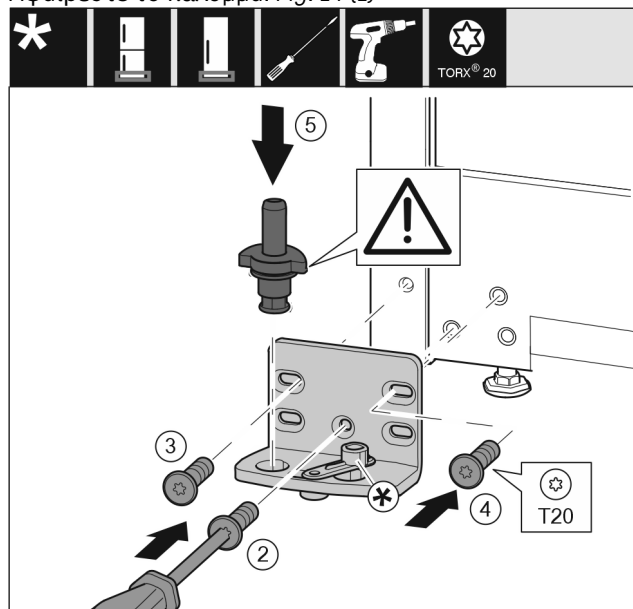

Fig. 15
- ▶ Εφαρμόστε το στήριγμα στην άλλη πλευρά και βιδώστε το με τη βοήθεια ενός κατσαβιδιού T20. Αρχίστε με τη βίδα 2 κάτω στο κέντρο. Fig. 15 (2)
- ▶ Σφίξτε τη βίδα 3 και 4. Fig. 15 (3,4)
- ▶ Τοποθετήστε ολόκληρο τον πείρο. Βεβαιωθείτε ότι το έκκεντρο ασφάλισης είναι στραμμένο προς τα πίσω. Fig. 15 (5)